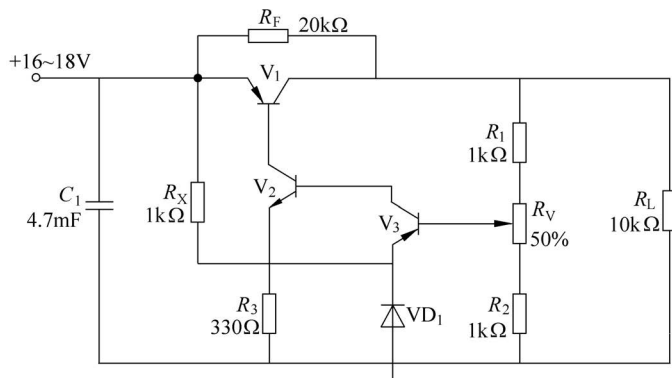

图 1-8 串联型稳压电路
电阻器的主要功能包括限流、分流、降压、分压、与电容配合做滤波器以及阻值匹配。下面通过一个串联型稳压电路了解一下各电阻器在电路中的作用,如图 1-8 所示。
(1) 分流电阻器  $R_F$ : 电路在正常工作时,分流电阻器  $R_F$  两端的压降仅为 4V 左右,实际功耗小于 0.8W。若选用额定功率为 2W 的碳膜电阻器,电路出现故障时可起到保险电阻器的作用。 $R_F$  必须采用碳膜电阻器,因为碳膜电阻器单位面积上的功率负荷小,在额定功率工作时其上限温度也低,在电路过载的情况下容易造成开路失效,起到保护作用。
(2) 限流电阻器  $R_F$ : 图 1-8 中一旦负载出现短路,则输入电压(16V 左右)将全部加到  $R_F$  两端,这时  $R_F$  主要起到限流作用,限制短路电流的增大,使得短路电流小于 1A。